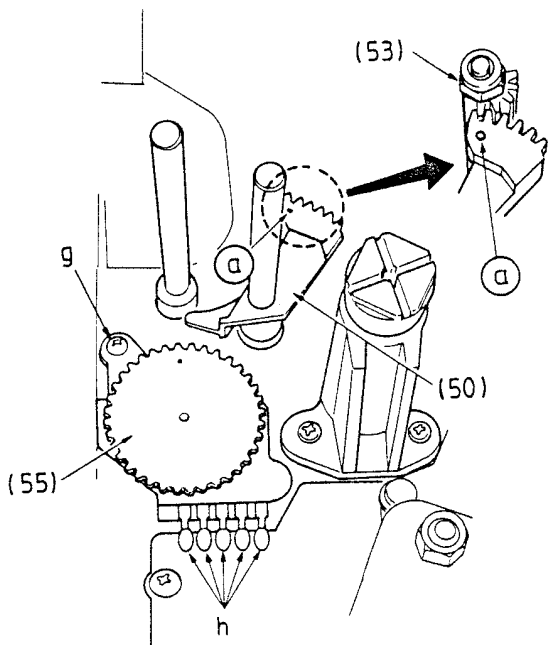

Fig. 56
- Funktionswahlschalter (55) einsetzen, Schraube "g" eindrehen und Kontakte "h" anlöten (Fig. 56).
9.8 Mode Select Switch (55), P5 Toothed Segment (50)
- Fit the mode select switch (55), tighten the screw "g" and solder the contacts "h" (Fig. 56).
- Fit the P5 Toothed Segment (50) as shown in Fig. 56. The marked hole (a) on the P5 Toothed Segment (50) must be aligned towards the first tooth of the Tooth Segment on the P5 Lever (53).
9.8 Selettore di funzioni (55), segmento dentato P5 (50)
- Inserire il selettore di funzioni (55), fissare la vite "g" e saldare i contatti "h" (fig. 56).
- Posizionare il segmento dentato di P5 (50) corrispondentemente alla fig.56. Il foro (a) di questo segmento deve coincidere con il 1° dente del segmento della leva P5 (53).